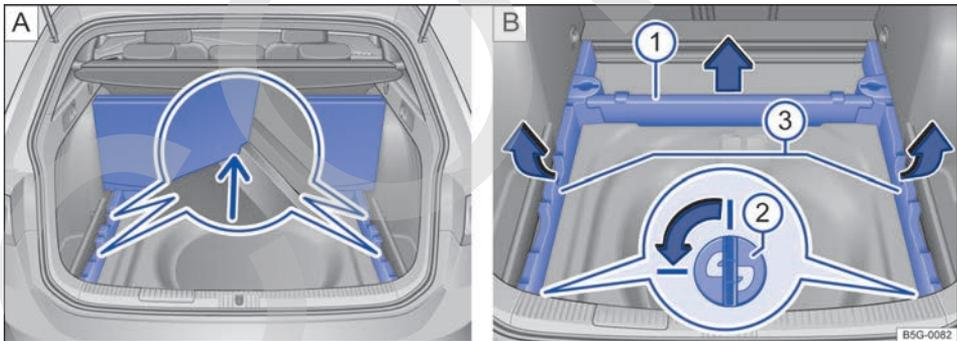

Fig. 164 En el maletero: **A** Piso del maletero en posición vertical. **B** Desmontar los soportes del piso del maletero.
- Encastre los bordes exteriores de la parte trasera del piso del maletero en los rebajes de los soportes → fig. 164 A (imagen ampliada, flecha).
- Extraiga el soporte delantero del piso del maletero → fig. 164 B ① hacia arriba, en el sentido de la flecha, y deposítelo fuera del maletero.
- Para desbloquearlos, gire los dos soportes insertables → fig. 164 B ② (imagen ampliada) un cuarto de vuelta (90°) en el sentido de la flecha y extráigalos hacia arriba.
- Levante los dos soportes laterales → fig. 164 B ③ de la parte trasera en el sentido de las flechas y extráigalos de los alojamientos delanteros tirando hacia atrás.
- Guarde de forma segura los soportes → fig. 164 B ①, ③ y los soportes insertables → fig. 164 B ② desmontados.